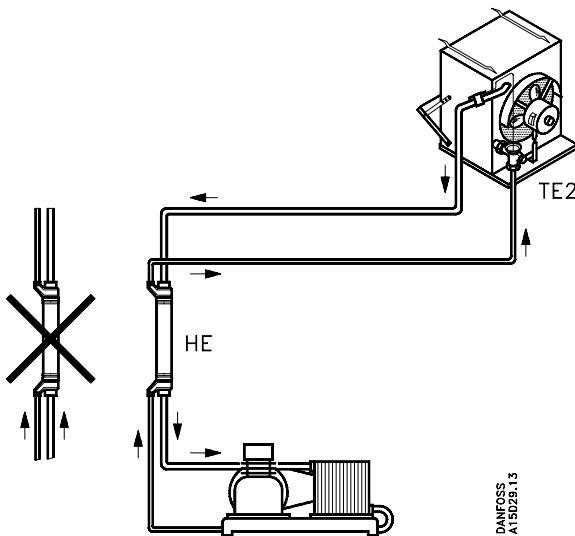

Fig. 1
HE monteres da som vist i fig. 1.
In this case, HE is fitted as shown in fig. 1.
- HE ist dann so zu montieren, wie in Abb. 1 dargestellt.
Dans ces cas, monter le type HE comme le montre la fig. 1.
- Il tipo HE viene quindi montato come mostra la fig. 1.
- Van bovenstaande toepassingen is de montage van de warmte-uitwisselaar HE weergeven in fig. 1.